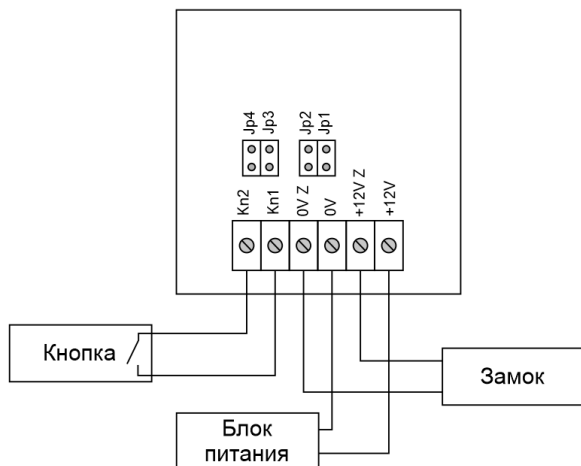

Рис. 1 Схема подключения
3. Проложите и подключите к контроллеру кабели (см. рис. 1).